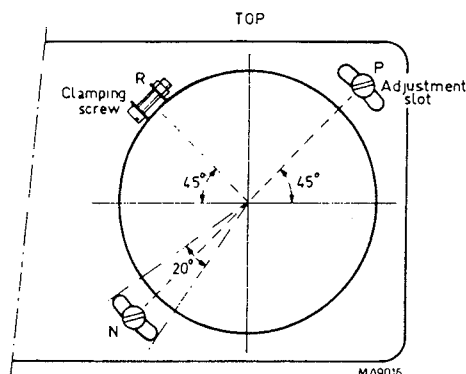

Fig. 2.10. Positionnement du t.r.c.
- Enlever les vis N et P derrière le panneau avant (voir Fig. 2.10).
- Desserrer la vis de blocage R dans l'étrier autour de la face de tube (Fig. 2.10).